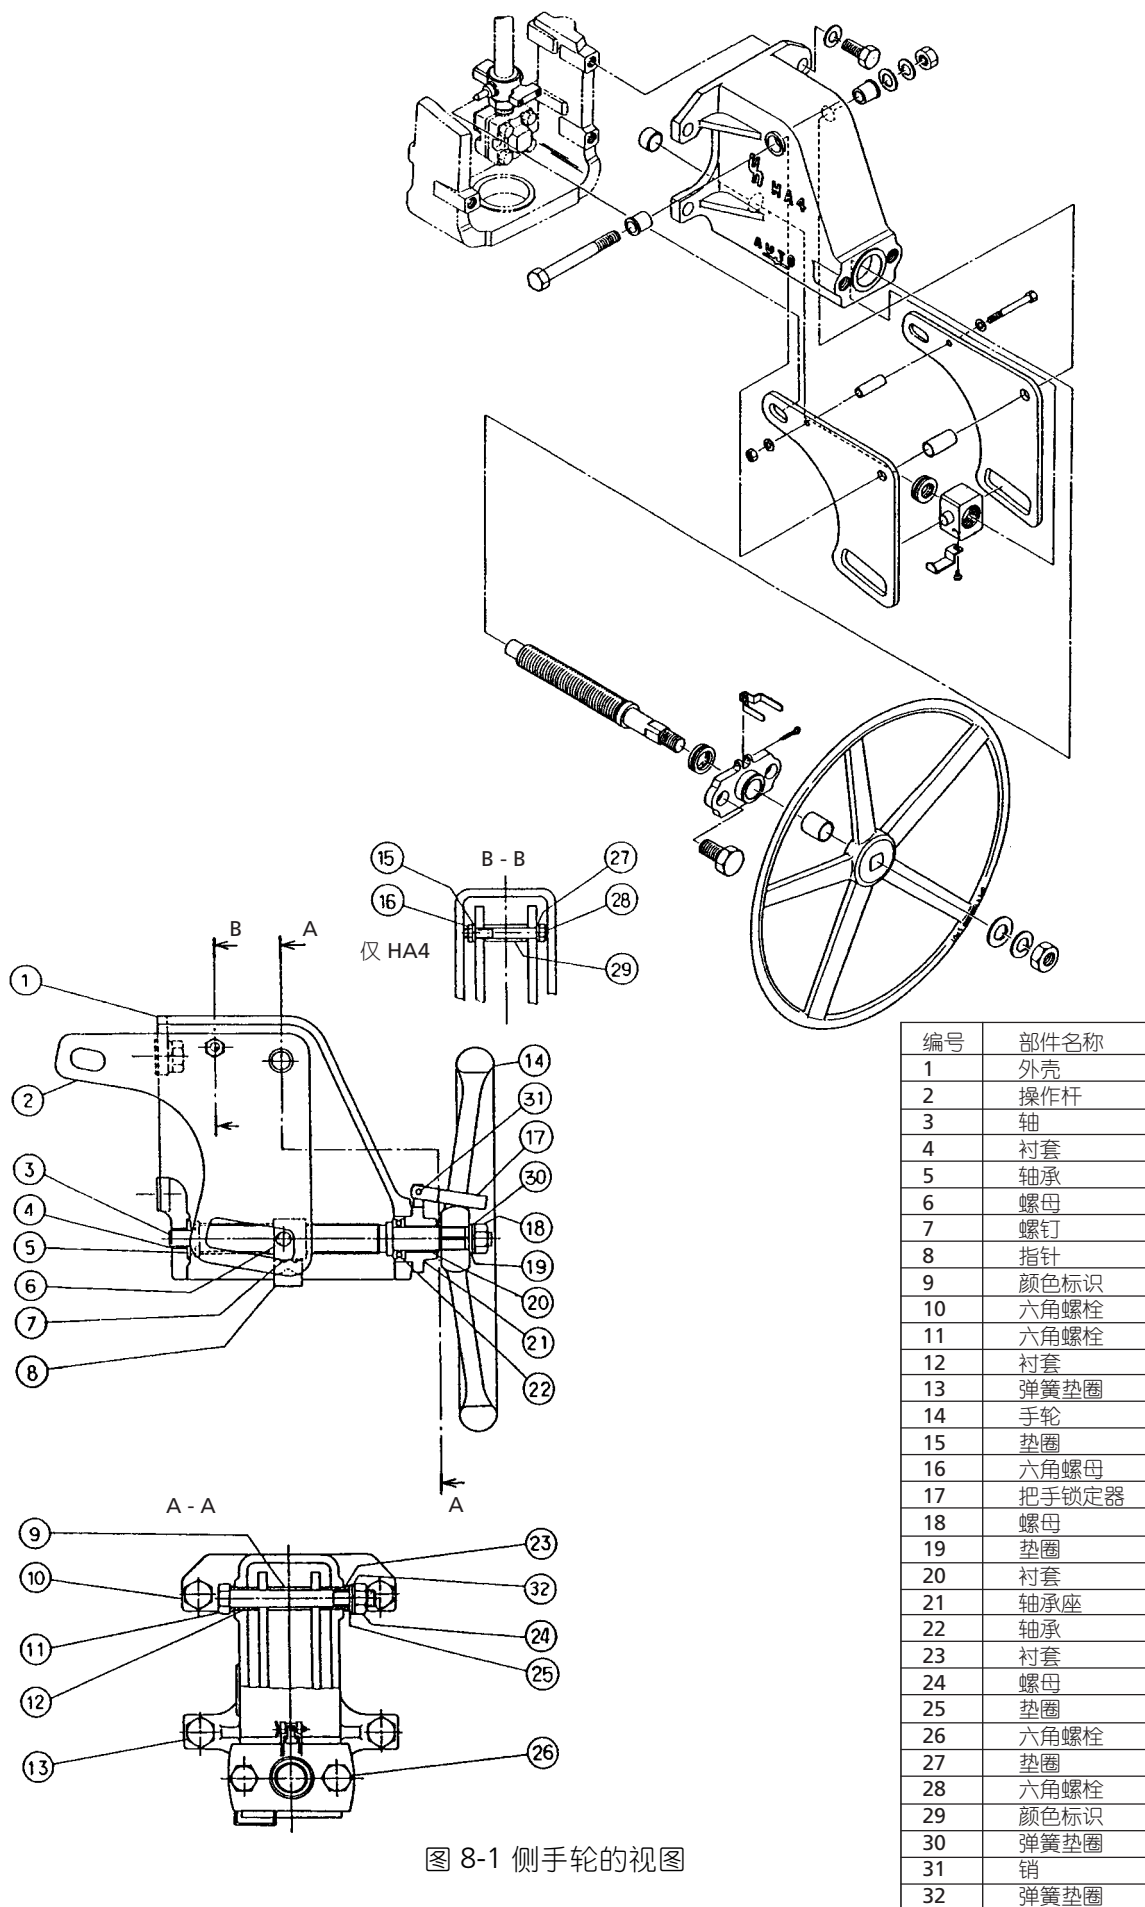

图 8-1 侧手轮的视图
若要安装侧手轮，请参阅图 8-1，然后执行下列操作：
- (2) 转动手轮，将操作螺母的指针设定到 AUTO 位置。
- (3) 松开螺栓（图 8-1 所示的项目编号 6），然后扩大操作杆之间的间隔距离。
- (4) 用安装螺栓将手轮安装到执行机构背面的安装基座上。
- (5) 将 2 个操作杆的一端的孔挂到指针突起部分，然后将另一端的孔挂到操作螺母的突起部分，然后拧紧螺栓。
- (6) 当调节阀处于自动运行模式时，请将操作螺母的指针设定到 AUTO 位置，然后锁定手轮。
在开始拆卸前，检查指针是否处在 AUTO 位置（参阅图 8-1）。
若要组装侧手轮，请参阅图 8-1，然后将拆卸步骤颠倒执行。